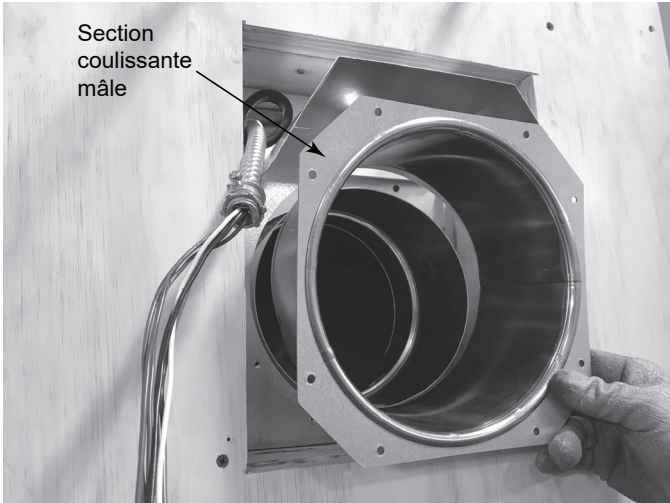

Figure 7.13
- Insérez la partie mâle de la section coulissante dans la partie femelle. Voir la Figure 7.13.